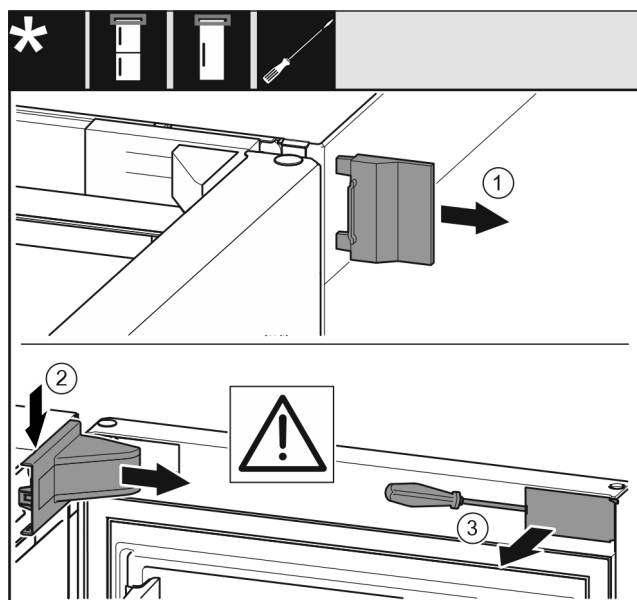

Fig. 5
- Noņemiet ārējo pārsegu. Fig. 5 (1)
- Atbrīvojiet un atvienojiet gultņa balsta pārsegu. Noņemiet gultņa balsta pārsegu. Fig. 5 (2)
- Atbrīvojiet aizsegu ar plakano skrūvgriezi un pagrieziet uz sāniem. Fig. 5 (3)